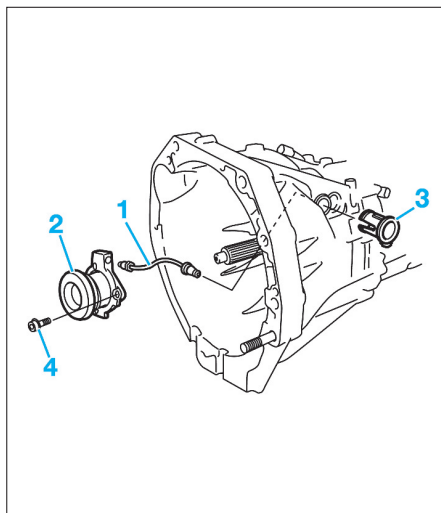

FIG. 8
- Séparer la canalisation (1) du cylindre récepteur à butée intégrée (2) (**Fig.8**).
- Déposer le manchon (3) afin d'extraire la canalisation (1) du carter de boîte de vitesses.
- Déposer le vis (4) du cylindre récepteur (2).